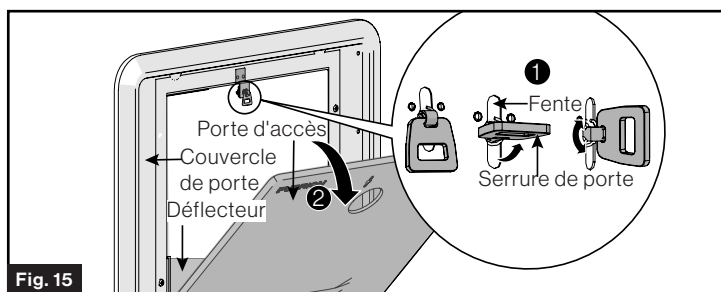

Fig. 15
- Retirez la porte d'accès et le cadre de la boîte, séparez les composants. (Fig. 15)
- Étape ① : séparez la porte d'accès du cadre de fixation. Soulevez le verrou et tournez de 90° pour déverrouiller le couvercle de porte de la bordure.
- Étape ② : Retirez la porte d'accès du cadre de montage.